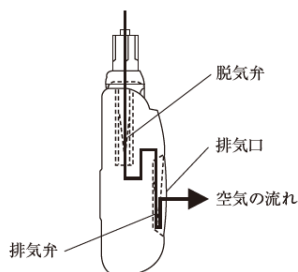

図4
12. 胸水が貯留した際は速やかに排出すること。排気弁に貯留した胸水が浸ると排気口（図4、5）より、液洩れが発生する可能性がある。